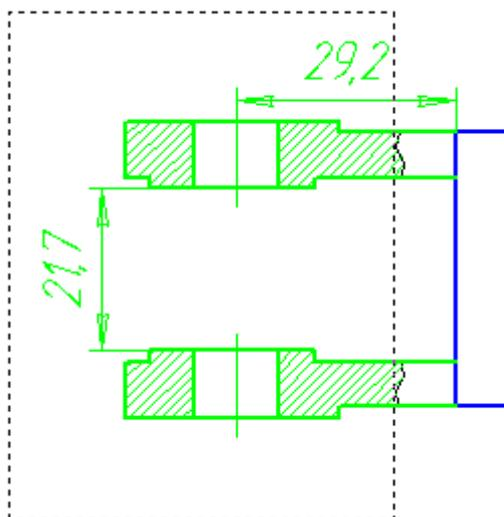

Рис. 46
2. Сформируйте рамку деформации (рис. 46).